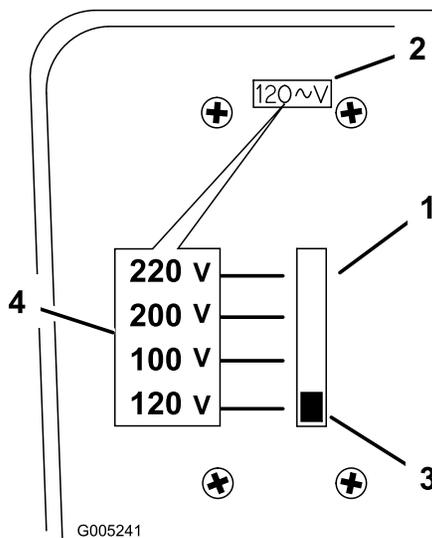

Figura 14
1. Localice el selector de tensión en la parte trasera del cargador (Figura 14).
2. Ajuste la tensión desplazando hacia arriba o hacia abajo el interruptor del selector de tensión para cambiar el ajuste (Figura 14).